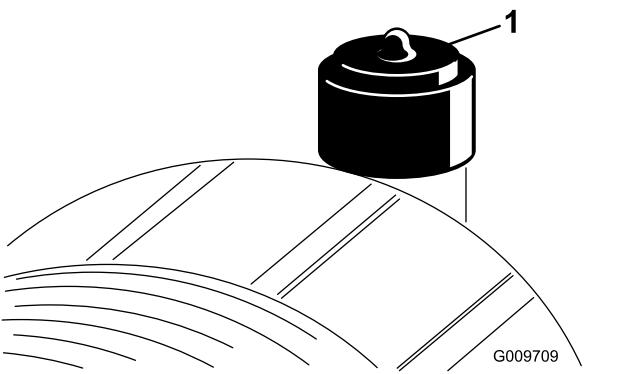

図 53
エアクリーナのフィルタの整備は、インジケータ図 53が赤色になってから行ってください。早めに整備を行っても意味がありません。むしろフィルタを外したときにエンジン内部に異物を入れてしまう危険が大きくなります。
9. インジケータ 図 53 が赤になっている場合はリセットする。